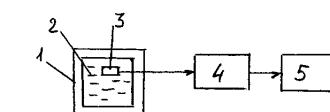

Рис.11
**Способ определения жирности молока** описан в авторском свидетельстве СССР 1693547. В термостат 1 (**рис.11**), разогретый до температуры 60С, вливают определенное количество молока 2, разогретого до температуры 90С. В это молоко помещен датчик температуры 3, подключенный к преобразователю 4, выход которого подключен к измерителю времени. Измеряется время охлаждения молока от 90 до 60С, по которому судят о его жирности (чем больше время, тем жирнее молоко).